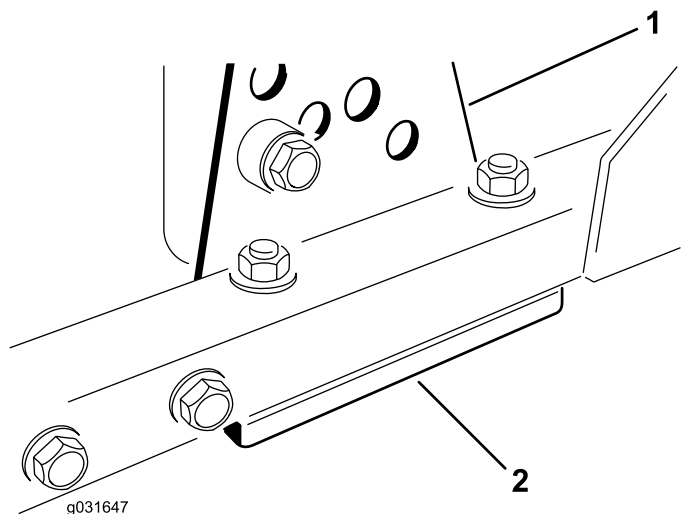

Рисунок 72
1. Снимите кронштейн высоты скашивания (передний, левый или правый) с рамы режущего блока (Рисунок 72).
2. Установите регулировочные прокладки толщиной 1,5 мм и/или 0,7 мм между рамой режущего блока и кронштейном, чтобы получить необходимую настройку высоты скашивания (Рисунок 72).
3. Установите кронштейн высоты скашивания на раму режущего блока, используя оставшиеся регулировочные прокладки, установленные под кронштейном высоты скашивания (Рисунок 72).